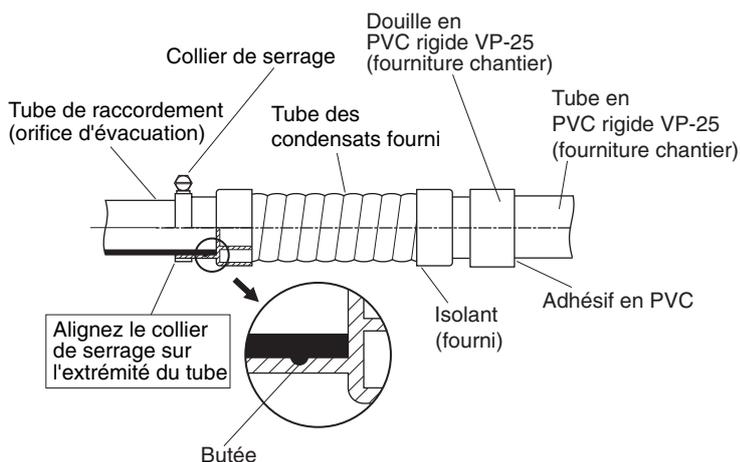

Fig. 3-37
(1) Préparez un tube en PVC rigide standard (diamètre extérieur 32 mm) pour l'évacuation et utilisez le tube des condensats et le collier de serrage fournis afin d'éviter les fuites d'eau. Le tube en PVC est vendu séparément. L'orifice d'évacuation transparent de l'unité permet de contrôler l'écoulement des condensats. (Fig. 3-37)
- Insérez le tube d'évacuation des condensats jusqu'à ce qu'il touche la douille comme illustré à la figure 3-37, puis fixez-le convenablement à l'aide du collier de serrage.
- Alignez les colliers de serrage sur l'extrémité du flexible. Serrez fermement le collier de serrage. Assurez-vous que la butée n'est pas recouverte par le collier de serrage. (Fig. 3-37)
Serrez les colliers du tube de sorte que leurs écrous de blocage soient orientés vers le haut. (Fig. 3-37)